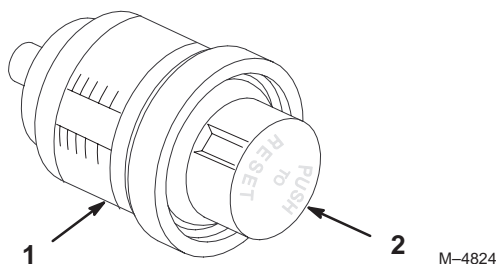

Figure 24
2. Remettez le témoin à zéro en appuyant sur le bouton au bas de la cartouche jusqu'à ce que le plongeur revienne au point le plus bas (Fig. 24).